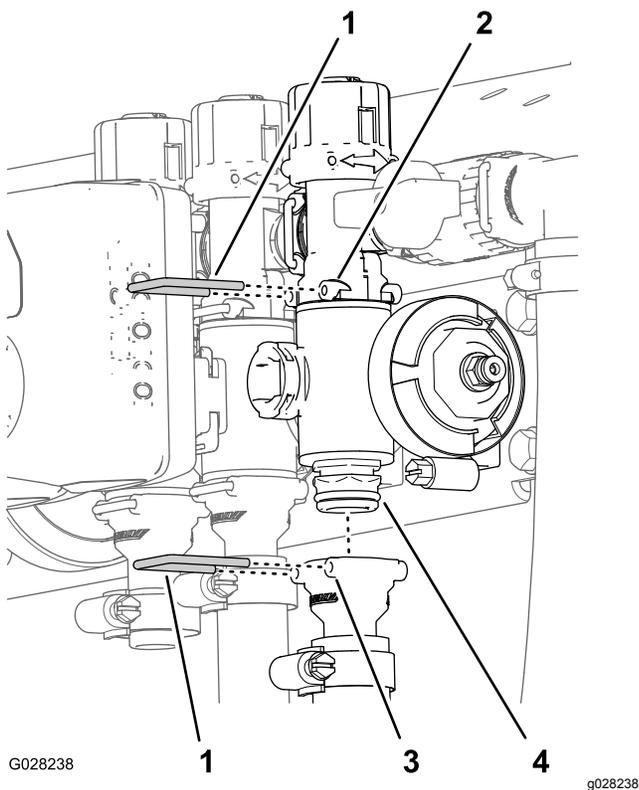

Figura 81
2. Retire la horquilla de retención que sujeta el distribuidor de la válvula de sección al acoplamiento de desvío (Figura 81).